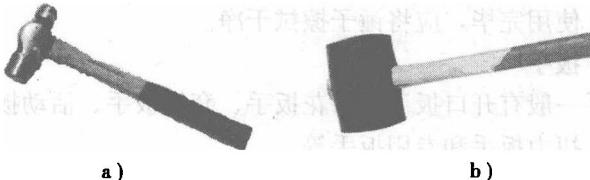

图 2—6 锤子
(2) 软面锤（见图 2—6b）。常用的有塑料、皮革、木质和黄铜软面锤。软面锤一般用于过盈配合的组合件的拆装，当敲开或压紧组合件时，使用软面锤不会使零件损坏。